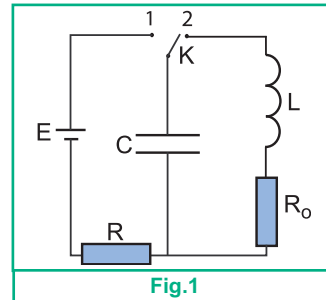

Fig.1
**11** A l'aide d'un générateur de tension, d'un condensateur, de deux résistors et d'une bobine inductive, on réalise le montage de la figure 1.